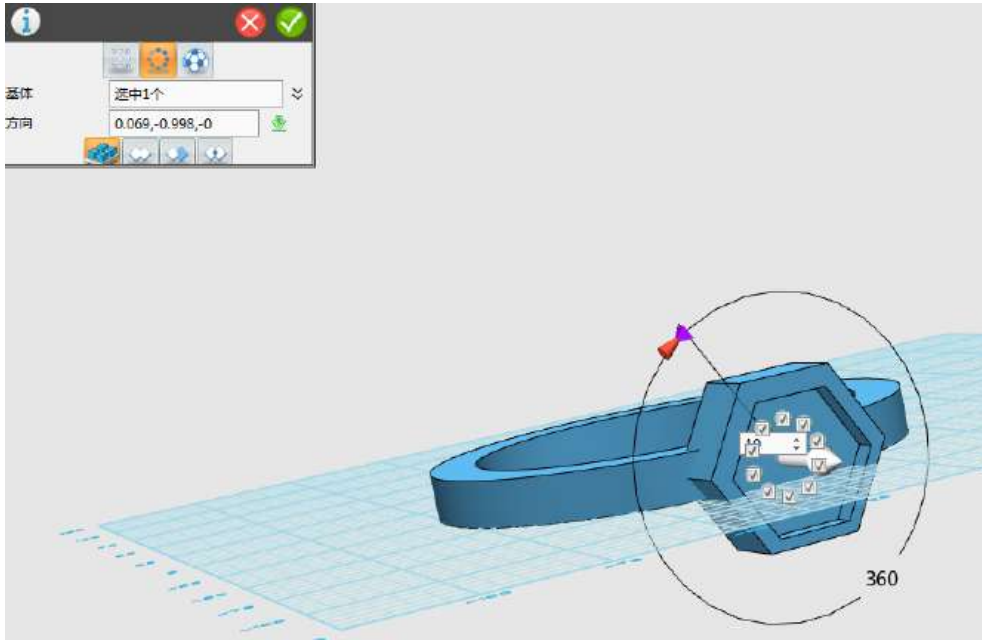

图 1-16
Step 16 选择圆形阵列方式。在模型上。找到白色箭头（Y 轴方向）。鼠标右键单击。阵列个数为 10，如下图 1-16 所示：